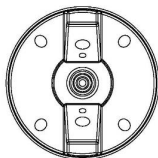

Рис. 3
- горизонтальная плоская струя (рис. 3);